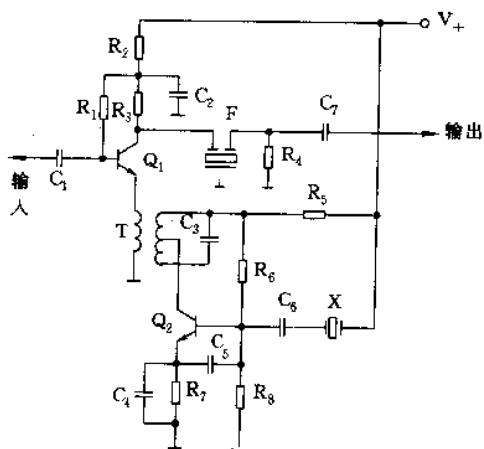

图 2-56
(2)发射极注入式混频电路如图 2-56 所示,其特点如下:混频电路中信号与本振电路影响小,振荡波形好,工作稳定,但不易起振。